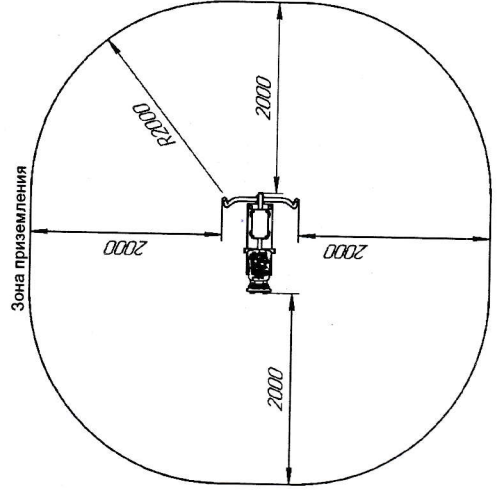

Рис. 2
1 - зона для передвижения; 2 - зона приземления (см. рис. 2); h* - толщина ударопоглощающего покрытия согласно п.4 (табл.1) и п. 12.3.6.
12.1.3 Размеры минимального пространства для размещения оборудования и безопасные расстояния от оборудования до поверхности площадки указаны на рис. 2.